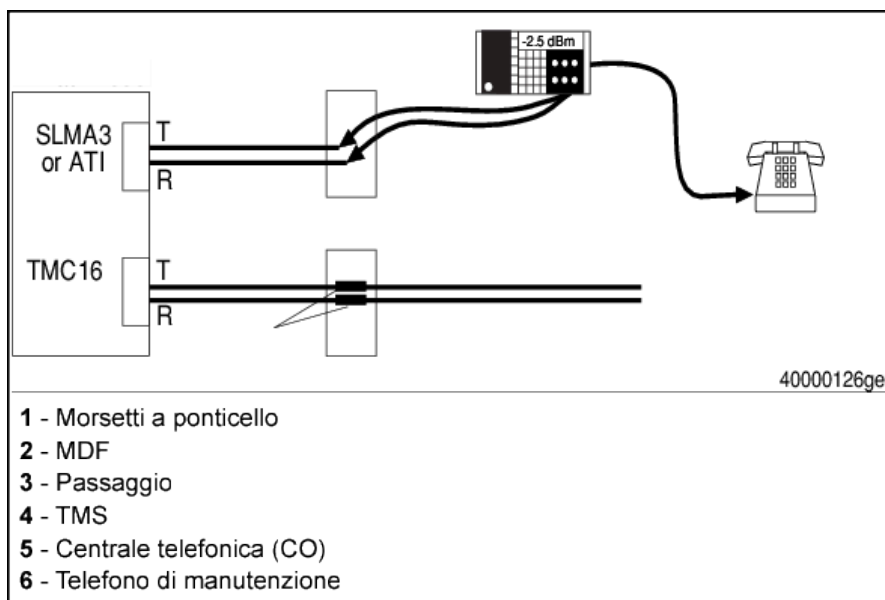

Figure 218: Disposizione di controllo per le misurazioni ERL/SRL sui canali delle linea di commutazione
4) Collegare il dispositivo di controllo all'attacco previsto del telefono di manutenzione (Figure 218: Disposizione di controllo per le misurazioni ERL/SRL sui canali delle linea di commutazione on page 287).